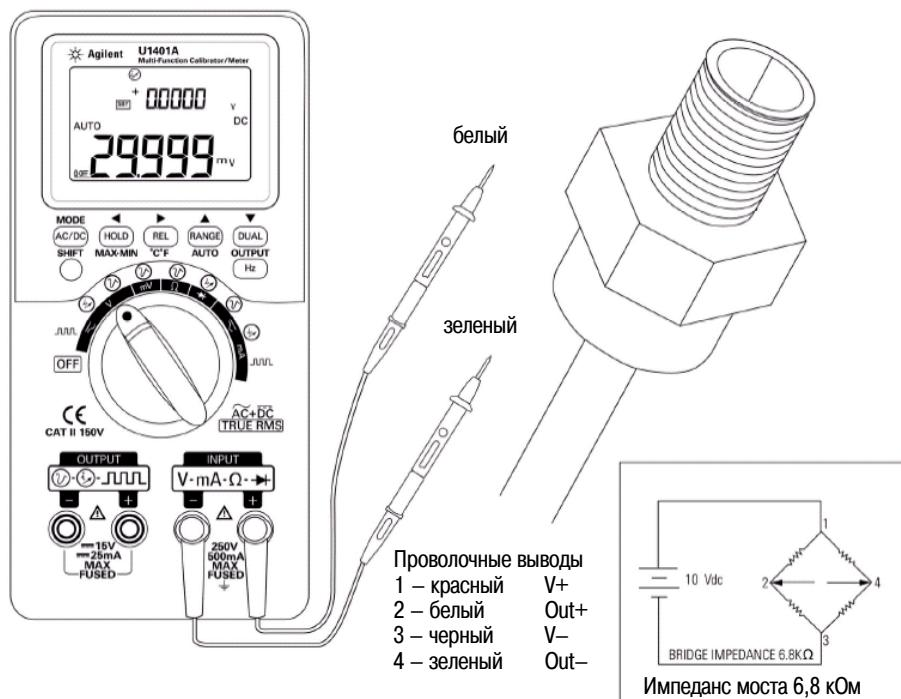

Рис. 5-4 Измерение выходного сигнала датчика давления
3. Присоедините наконечники измерительных проводов к выводам датчика (см. рис. 5-4) и смотрите показание на дисплее.